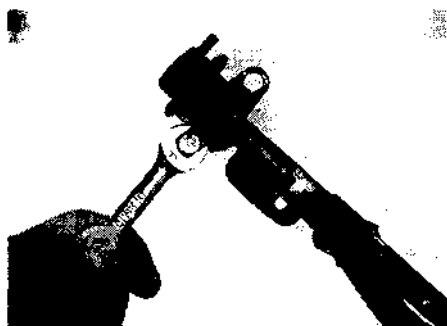

Рис. 13.41. Снимите регулятор давления с топливной магистрали
- 41 Отверните болты крепления регулятора (см. рис. 13.41) и отсоедините регулятор от топливной магистрали.